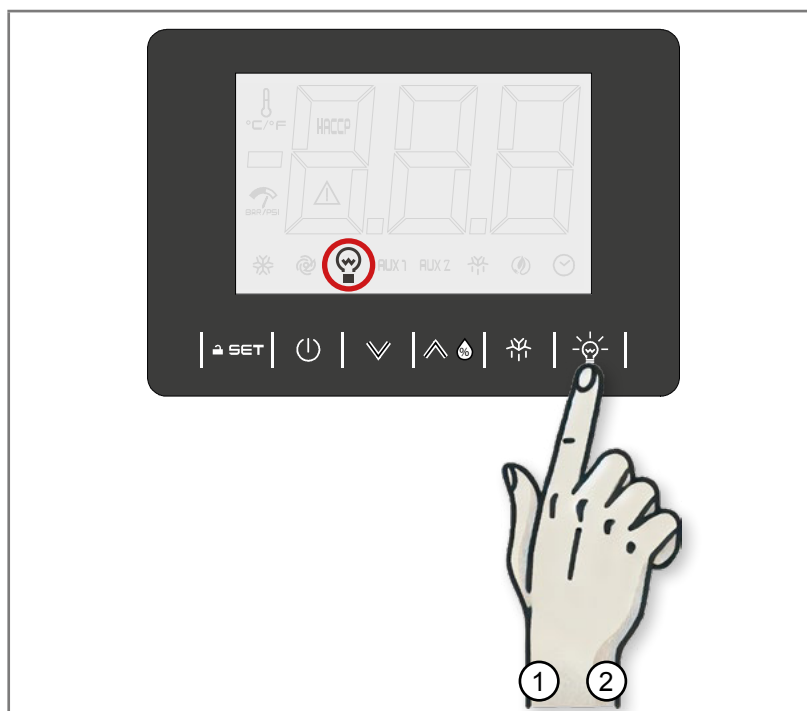

Abb. 5.6 - Taste für Zellenbeleuchtung
1. Berühren Sie die Taste CELL LIGHT (1 – Abb. 5.6): Auf dem Display wird das Symbol CELL LIGHT angezeigt.
2. Berühren Sie die Taste CELL LIGHT (2 – Abb. 5.6): Auf dem Display wird das Symbol CELL LIGHT nicht angezeigt.